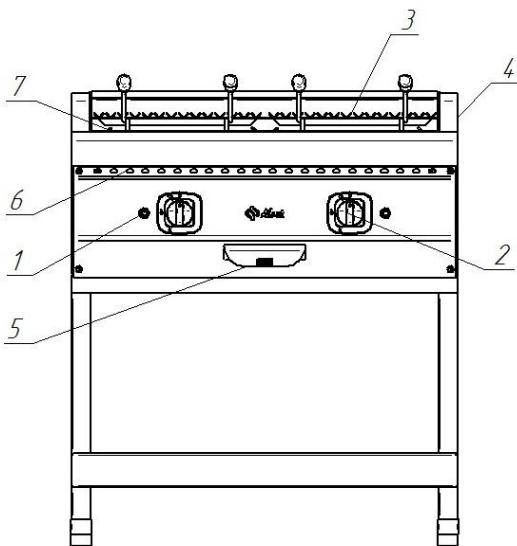

Рис. 1. Гриль
4.1. Устройство газового гриля показано на Рис. 1.
Нажмите на ручку крана горелки и поверните ее против часовой стрелки, установив символ искры зажигания напротив метки на панели управления (рис. 2а). Нажав до упора, одновременно произведите поджог газа при помощи пьезорозжига. Удерживайте ручку крана в течение не менее 15 секунд, после чего отпустите. После проведения вышеуказанных операций необходимо проконтролировать наличие горения газа, для чего необходимо посмотреть в смотровое окно 6 (рис.1), в котором можно наблюдать наличие пламени. Пламя должно быть устойчивым. Если пламя не горит, повторите операцию.